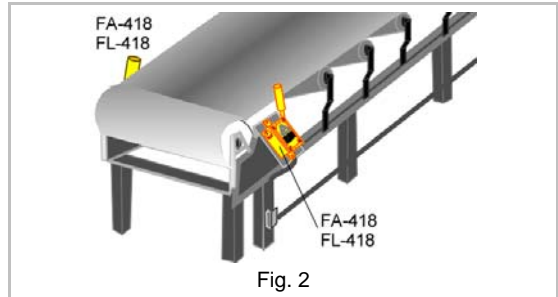

Fig. 2
- Segundo norma NBR 13.862 as chaves detectoras de desalinhamento FL-418 / FA-418 devem ser instaladas em ambos os lados da correia (fig. 2) pelo menos nos seguintes pontos (fig 3):